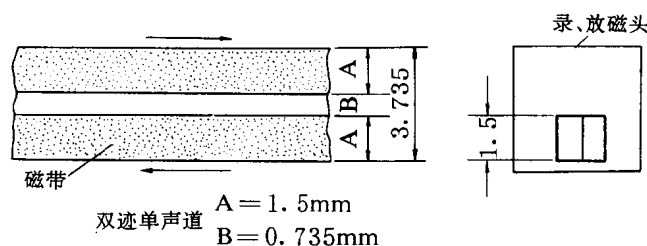

图 1-10
2. 单声道录放磁头 图 1-10 是单声道磁头铁心的尺寸与单声道磁带的磁迹对应图。这种录放磁头通常应用在小便携和书本盒式机心上,是一种非立体声磁头,兼有录音和放音两种功能。